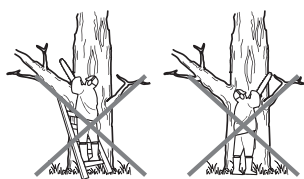

Fig. 30
7. Ne forcez jamais sur l'appareil : laissez la chaîne faire le travail et s'enfoncer progressivement dans le bois et contentez-vous d'exercer une pression minimale (Fig. 30).